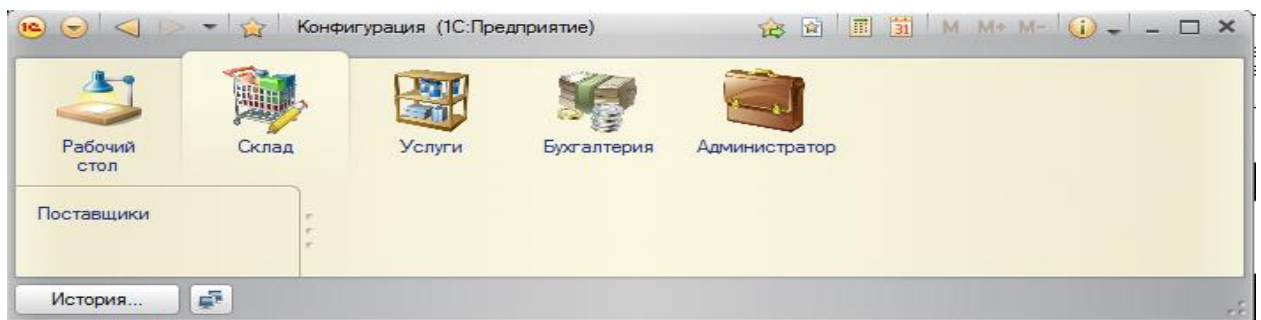

Рис. 21
▪ на панели разделов откройте подсистему «Склад» и увидите на панели навигации наименование добавленного в подсистему «Склад» справочника «Поставщики» (рис. 21).
- добавьте в справочник табличную часть и назначьте ей имя *ТрудоваяДеятельность* (рис. 21);